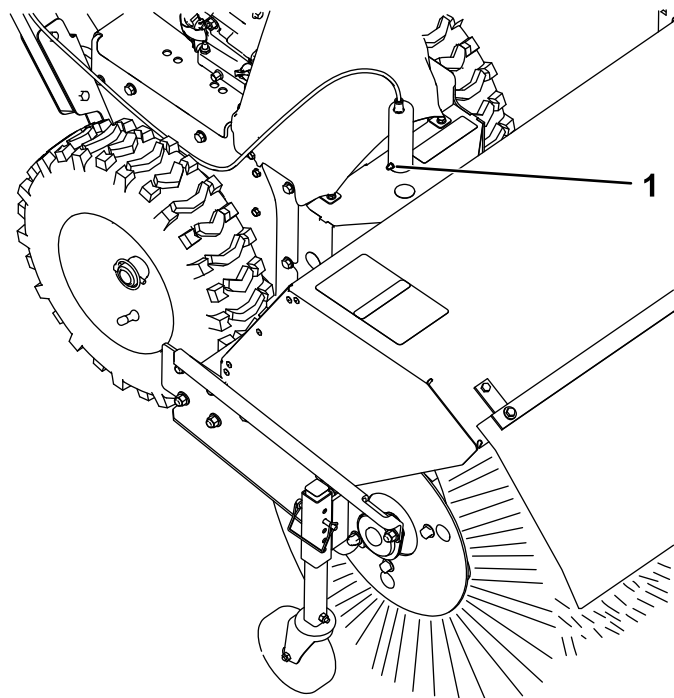

Figura 23
1. Lubrifique o pino de bloqueio do ângulo da vassoura com lubrificante n.º 2 à base de lítio (Figura 23).